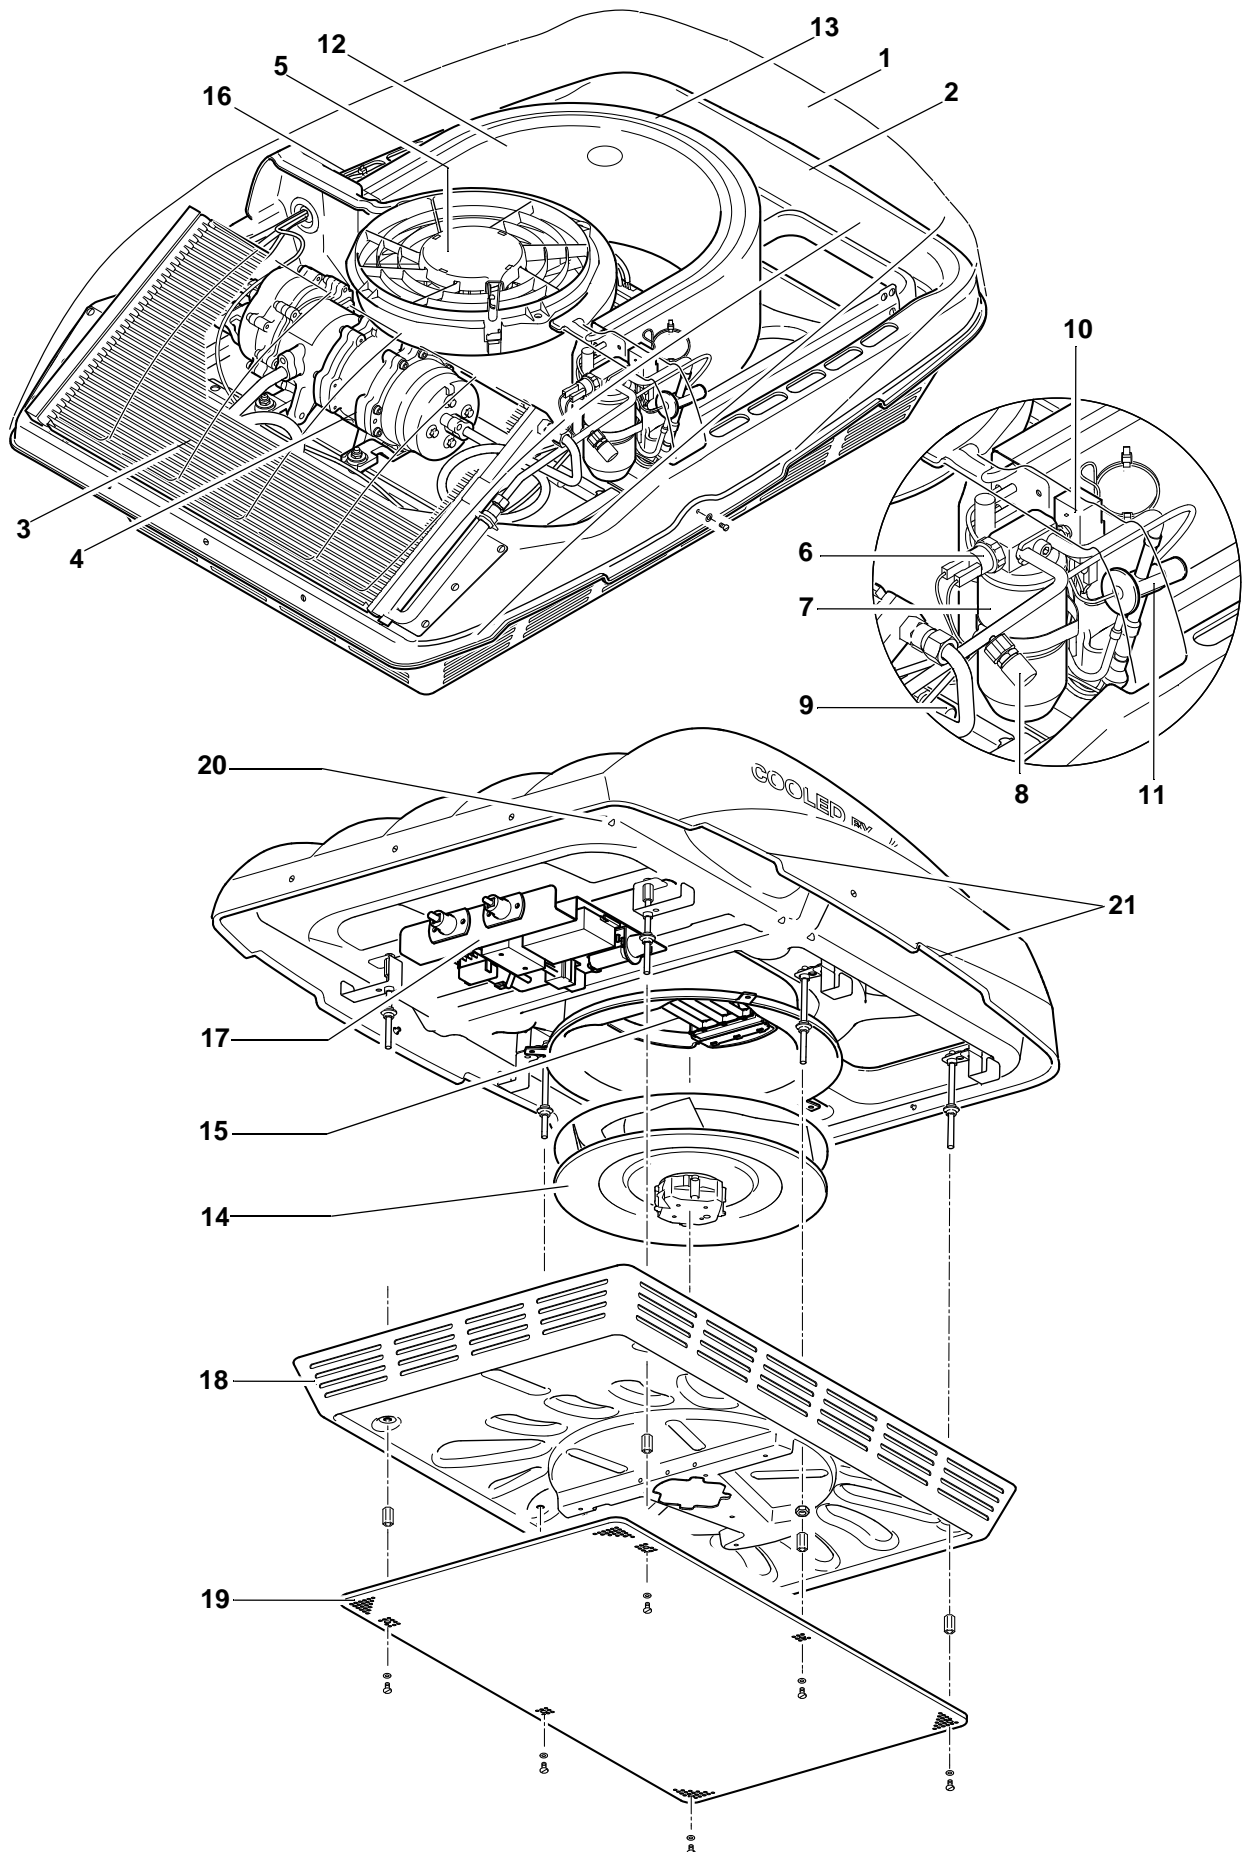

Fig. 2.3
La climatisation sur toiture est représentée à la Fig. 2.3.
* voir Fig. 2.3
L'eau de pluie qui pénètre dans la climatisation sur toiture est évacuée par les ouvertures d'écoulement (20, Fig. 2.3).
Le condenseur (3, Fig. 2.3) est composé de serpentins et d'ailettes en aluminium reliés entre eux pour former une grande surface d'échangeur thermique.
Le collecteur / déshydrateur (7, Fig. 2.3) est un réservoir de compensation et d'accumulation du réfrigérant. Il contient, dans sa partie médiane, un dessiccateur qui capture les petites quantités d'eau contenues dans le réfrigérant et les lie chimiquement. Il filtre de plus les particules de poussière du circuit de réfrigération qui pourraient entraîner des défauts.
Le détendeur thermostatique (11, Fig. 2.3) à compensation de pression extérieure, régule le débit de réfrigérant vers l'évaporateur en fonction du besoin ou de la température dans l'évaporateur. Le détendeur thermostatique est l'élément de régulation entre les parties haute et basse pression du circuit de réfrigération.
L'évaporateur (12, Fig. 2.3) est composé de serpentins et d'ailettes en aluminium reliés entre eux pour former une grande surface d'échangeur thermique. Afin d'utiliser de manière optimale l'espace mis à disposition, l'évaporateur est en forme de U. Sa fonction est de transformer de l'état liquide à l'état gazeux et à chauffer le réfrigérant en provenance du détendeur et traversant la tuyauterie. La chaleur de condensation nécessaire est retirée de l'air circulant par les ailettes et transmise au liquide réfrigérant par le plongeur de contact. L'air ainsi refroidi est asséché et l'eau condensée est évacuée vers l'extérieur.
Le pressostat (6, Fig. 2.3) est constitué d'un contacteur haute pression et d'un contacteur basse pression. Il contrôle la pression dans la partie haute pression du circuit de réfrigération et il coupe le moteur électrique et donc le compresseur en cas de pression trop faible (par manque de réfrigérant) ou de pression trop forte (suite, par exemple, à une surchauffe du condenseur).
Le thermostat anti-givre (10, Fig. 2.3) est un thermocontact. Il mesure la température du réfrigérant sur les tuyaux d'injection de l'évaporateur et il coupe l'alimentation du compresseur en cas de risque de gel ou de manque de réfrigérant.
Le ventilateur de l'évaporateur (5, Fig. 2.3) est constitué d'un moteur à courant continu sans balai, d'un rotor, d'un boîtier et d'une grille de protection. Dès que la fonction de refroidissement est en marche, le ventilateur est activé par la commande via la broche 3 (câble jaune) et alimente le condenseur en air frais nécessaire (pas de réglage de la vitesse de rotation, uniquement marche/arrêt).
Le ventilateur de l'évaporateur (14, Fig. 2.3) se compose d'un moteur à courant continu sans balais et du rotor. Il aspire l'air de l'habitacle et de l'air frais à travers l'évaporateur et la résistance de chauffage (seulement sur la version Comfort) et le réinjecte dans l'habitacle à travers le répartiteur d'air. La vitesse de rotation du ventilateur est définie par la commande (signal PWM) via la broche 3 (câble jaune du faisceau du ventilateur). La sélection de la vitesse de rotation du ventilateur peut être automatique ou manuelle, au choix.
Le compresseur (4, Fig. 2.3) est constitué d'un boîtier semi-hermétique à compresseur scroll intégré, d'un moteur à courant continu sans balais et de composants électroniques. Dès la mise en marche de la fonction, le compresseur est activé via la broche 1 du faisceau de câbles et piloté à la vitesse de rotation nécessaire (signal PWM). Il comprime alors le réfrigérant à la pression nécessaire à sa liquéfaction. Le moteur électrique intégré est doté d'un démarrage en douceur pour éviter les pointes de courant sur le réseau de bord, d'une surveillance de tension (de 16 V à 32 V), d'une protection anti-surcharge et d'une surveillance de température du circuit électronique (jusqu'à 93 °C). Le compresseur est arrêté lorsqu'il se trouve en dehors des limites. La remise en service s'effectue par simple redémarrage de l'équipement.